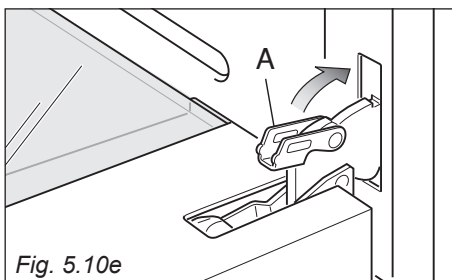

Fig. 5.10e
- Sbloccare le cerniere della porta forno aprendola completamente e chiudendo le leve “A” delle cerniere destra e sinistra (fig. 5.10e).